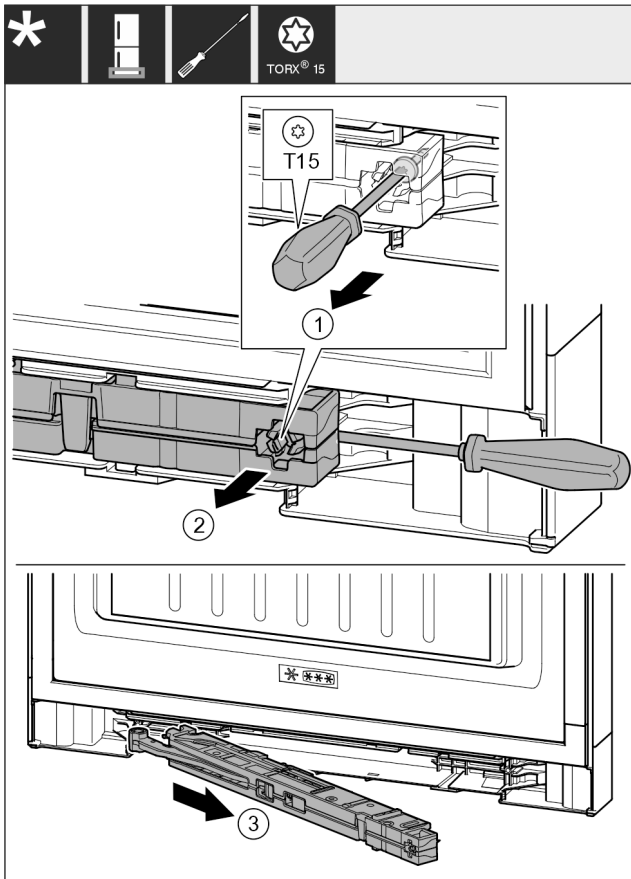

Fig. 17
- Løsne skruen på lukkedemperenheten med en skrutrekker T15 ca. 14 mm Fig. 17 (1)
- Sett inn en skrutrekker bak lukkedemperenheten på håndtakssiden. Dreii enheten fremover. Fig. 17 (2)
- Trekk ut enheten. Fig. 17 (3)